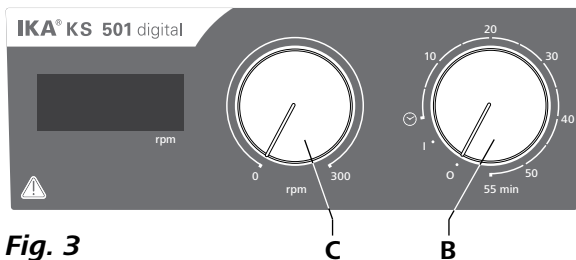

Fig. 3
- ☞ 开启仪器时，顺时针转动“开/关”和“定时”旋钮(B,见Fig. 3)至“1”位置。
- ☞ 开启仪器时，顺时针转动“开/关”和“定时”旋钮(B,见Fig. 3)至“☉”位置。
- ☞ 转动“转速”旋钮(C,见Fig. 3)设定马达转速。马达转速可在0到300 rpm范围内调整。